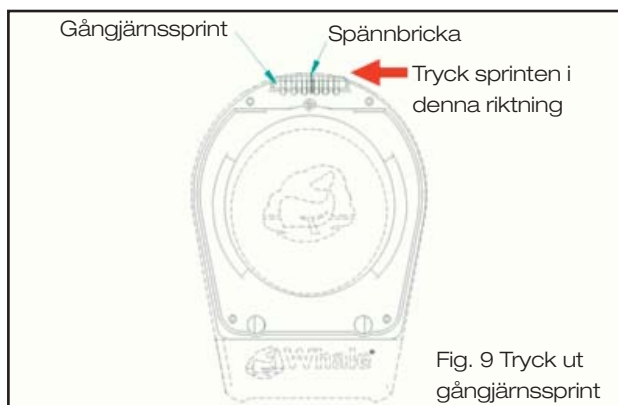

Fig. 9
1. Tryck ut gångjärnssprinten i visad riktning (dra sedan av handtaget). Se till att förvara spännbrickan på en säker plats (se fig. 9).
6. Se till att det nya membranet är rätt placerat (Se fig.9). Lite smörjmedel (vegetabilisk olja) kan underlätta installationen.